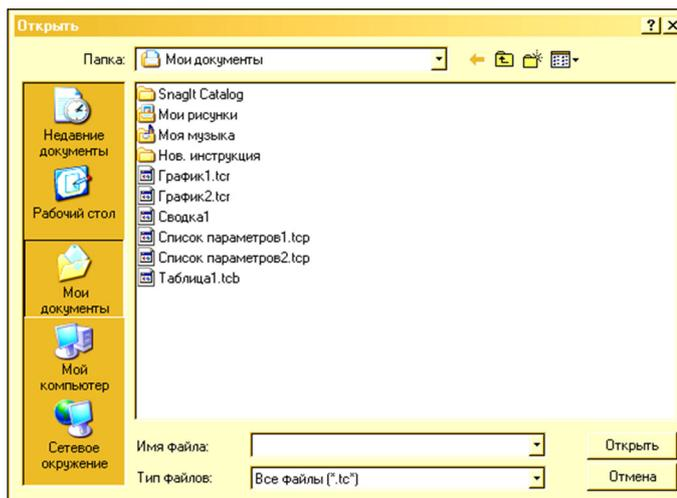

Рисунок 4 - Диалоговое окно Открыть документ
- **Файл / Открыть** (продублирован значком ). Предлагается выбрать ранее созданную и сохранённую входную информацию какого либо документа (рисунок 4);